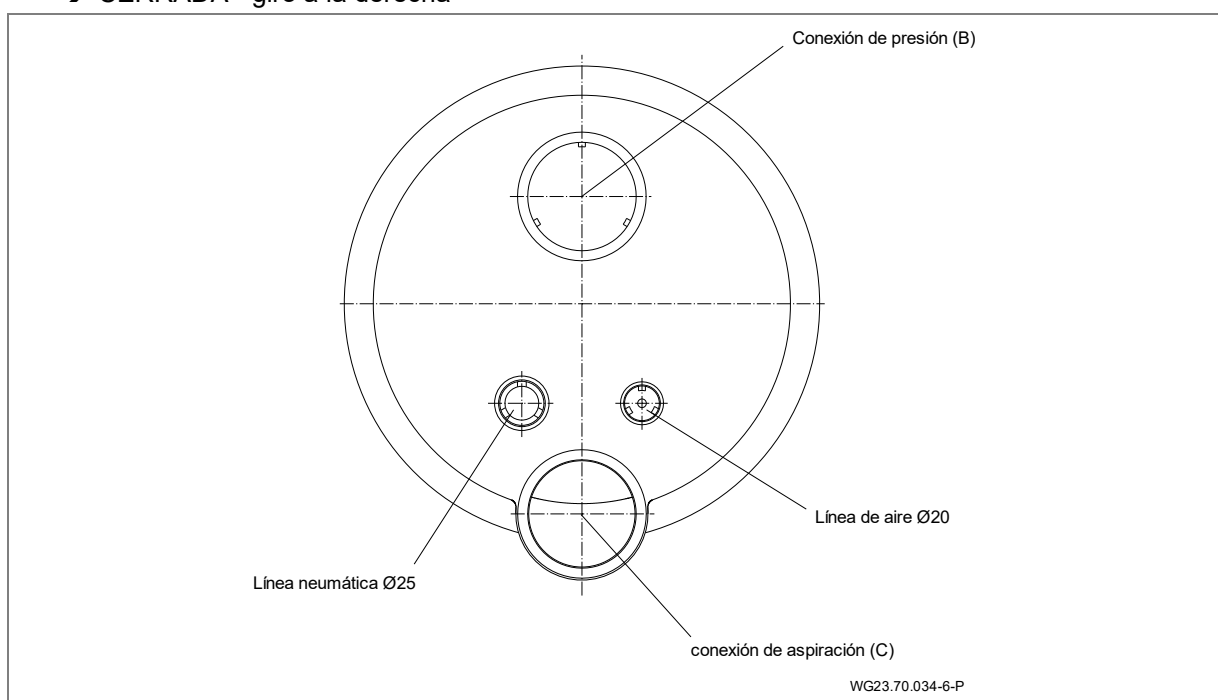
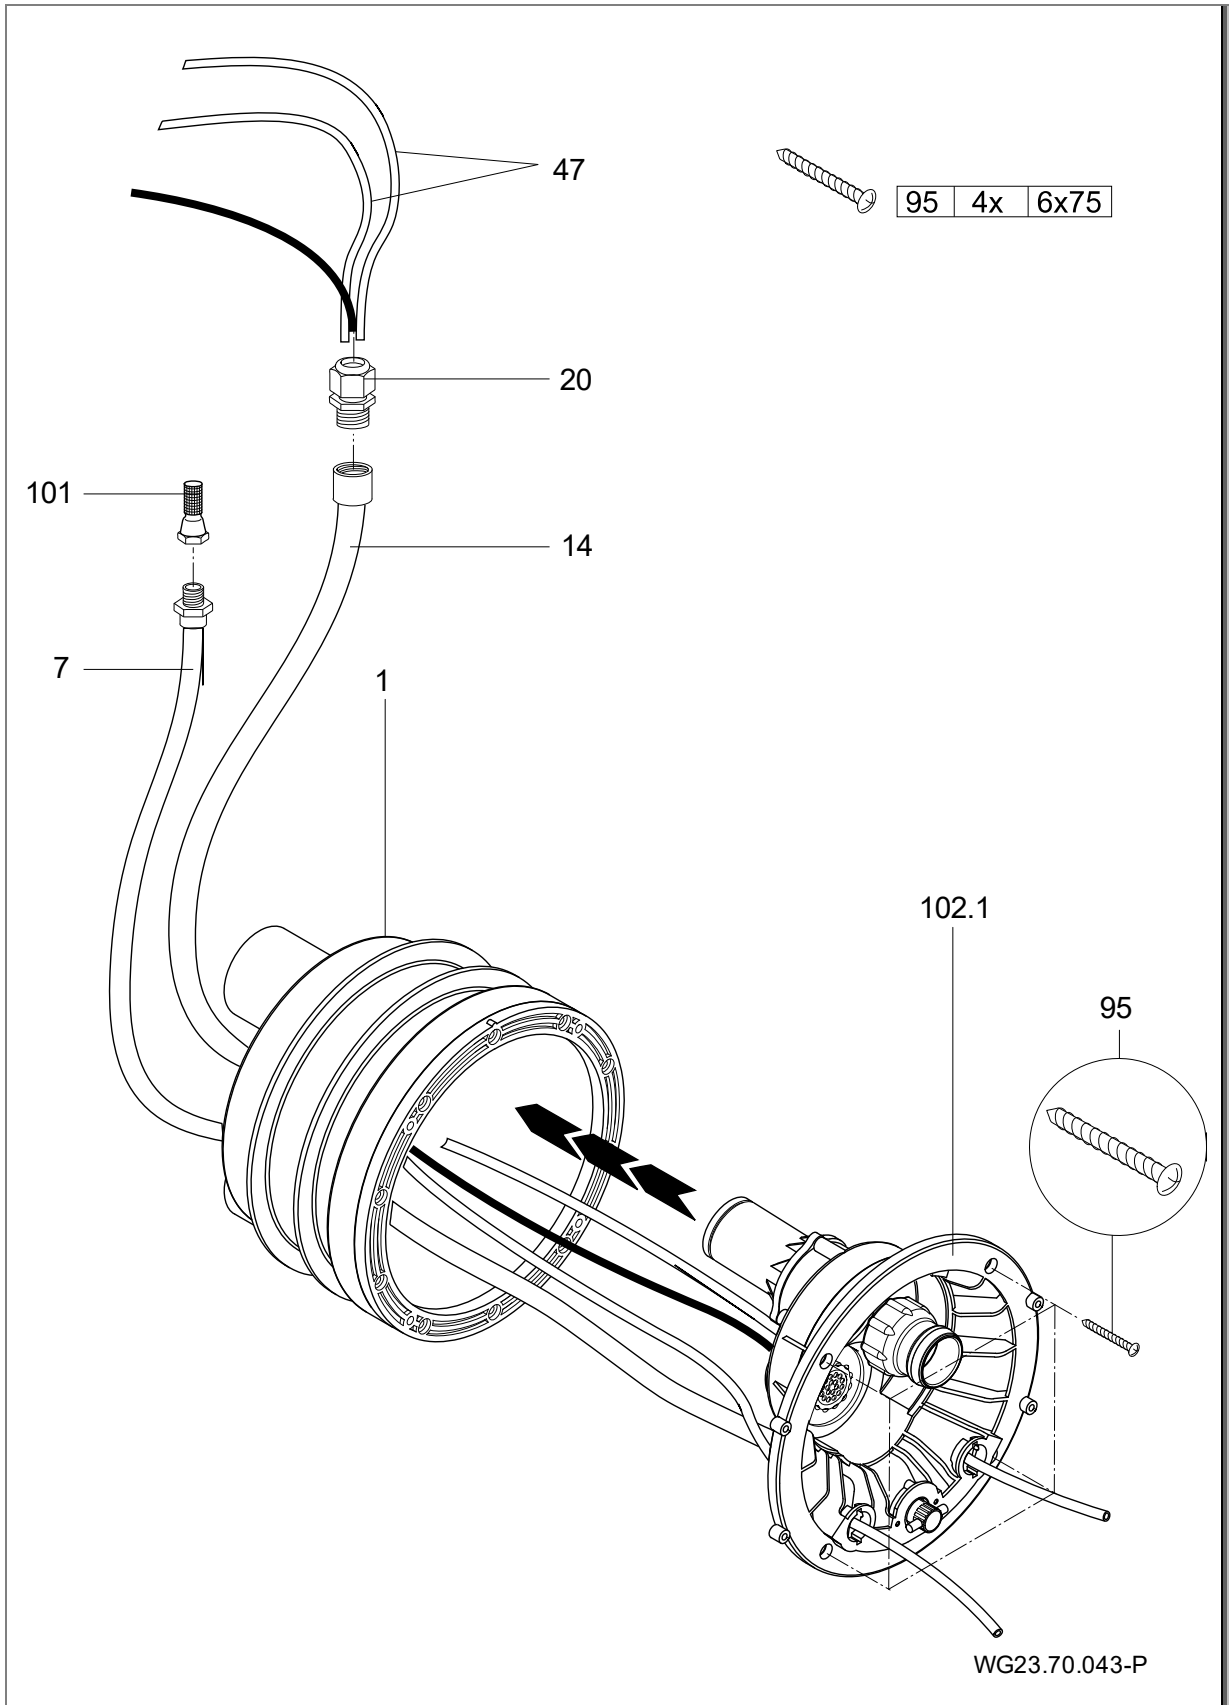

Fig. 16
Fig. 17
1. Pegar la manguera protectora para cables y la manguera para la tubería de aire. (Fig. 16)
2. Colocar la carcasa de las boquillas (102.1) contra la carcasa empotrada (1).
4. Montar la tubería de aire con la abrazadera (8) en el regulador de aire (21) instalado de fábrica.
5. Fijar la carcasa de las boquillas (102.1) a la carcasa empotrada (1) con cuatro tornillos de rosca (95). (Fig. 17)